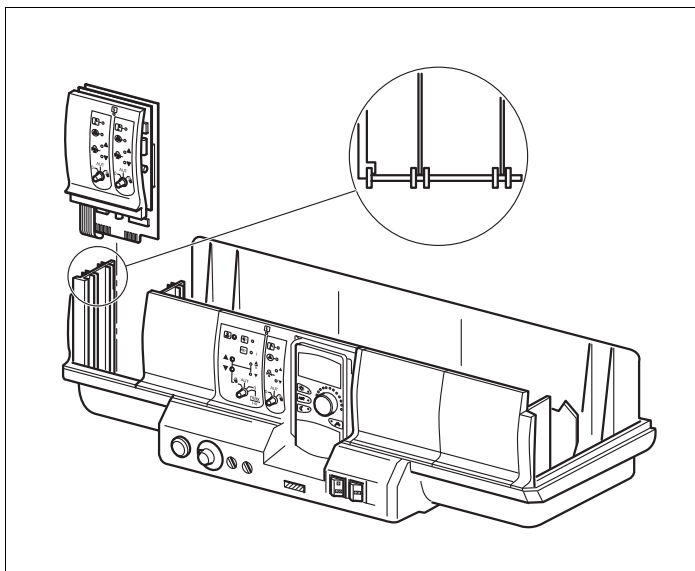

Fig. 20 Montagem e desmontagem do módulo
- Retirar a placa cega da slot 1 (→ Fig. 20) na unidade de regulação.
- Inserir o novo módulo ao pressionar a barra da sonda na slot livre, a partir de cima (→ Fig. 20), até este encaixar claramente.
- Inserir o novo módulo ao pressionar a barra da sonda na slot livre, a partir de cima (→ Fig. 20, página 35), até este encaixar claramente.